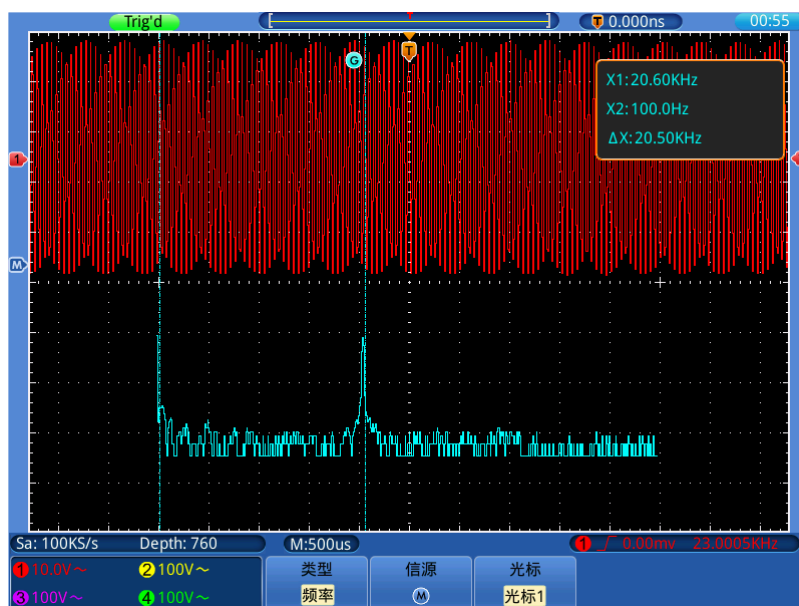

图 5-14: FFT 模式下频率光标测量波形
4. 在下方菜单中选择 **光标**，在右侧菜单中选择 **光标1**，光标1的虚线旁出现 **G** 标志，代表可使用 **G** 旋钮 调整光标1的位置。选择 **光标2** 可调整光标2的位置。选择 **光标1&光标2** 可同时调整2个光标的位置。位于右上方的光标增量窗口显示光标1和光标2当前的位置及频率差值的绝对值。见图 5-14：